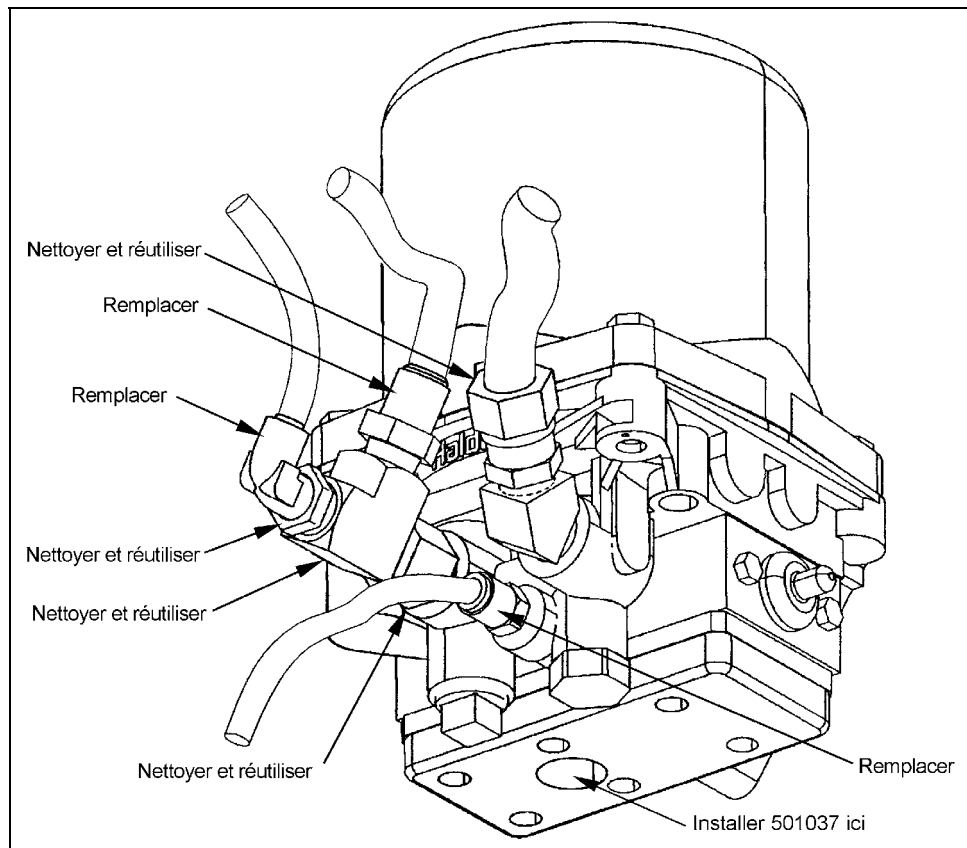

FIGURE 1
Remarque importante : Il est recommandé de remplacer le raccord mâle (501600) ainsi que les deux raccords rapides (641374 et 641331) afin d'éviter les défauts futures (Voir figure 1).
6. Enduire les filets du coude à 90° (501037) puis le fixer sur l'assécheur (voir figure 1).
Remarque importante : Il est recommandé de remplacer le raccord mâle (501600) ainsi que les deux raccords rapides (641374 et 641331) afin d'éviter les problèmes futurs (Voir figure 1).
4. Enduire les filets du coude à 90° (501037) puis le fixer sur l'assécheur (Voir figure 1). Réinstaller le nouvel assécheur sur le véhicule. Raccorder les différents boyaux sur l'assécheur ainsi que le nouveau boyau (141951 ou 141952) sur le coude à 90° (501037). Brancher le connecteur C116 du câblage (064946) sur le connecteur de l'assécheur.